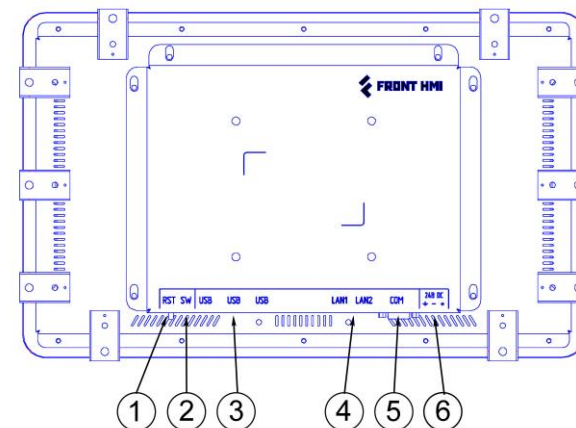

Рисунок 4 – Внешний вид тыльной стороны устройства
Примечание: При некорректной работе или зависании панели следует использовать аппаратный сброс устройства, кнопка (1) которого расположена на нижней части прибора (Рис.4). Кнопку сброса следует нажимать пластиковым штоком из комплекта поставки или любым другим немаetalлическим предметом подходящего диаметра. После нажатия сброса при наличии внешнего питания панель перезагрузится, в противном случае – выключится.
Таблица 4 - Режимы DIP переключателя (2) на боковой панели (Рис.4)